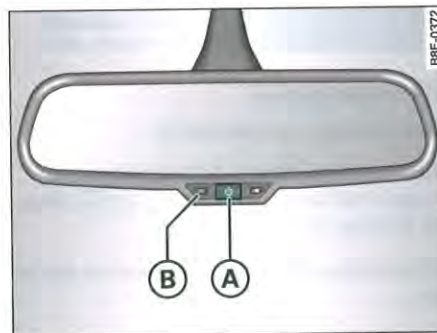

Fig. 85 Rétroviseur intérieur photosensible : témoin et touche de mise en/hors fonction
- Pressez la touche (A) ⇒ fig. 85, le témoin (B) s'éteint.
- Pressez la touche (A) ⇒ fig. 85, le témoin (B) s'allume. ►